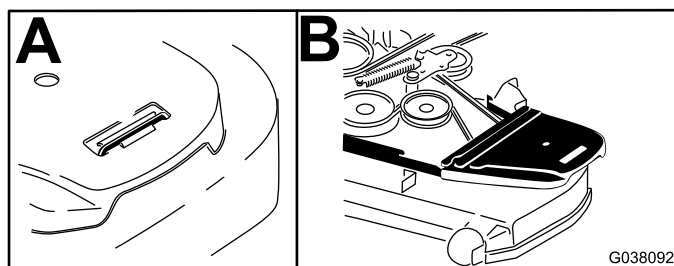

Figura 23
2. Togliete il copricinghia destro (Figura 23).